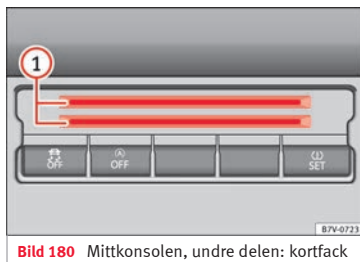

Bild 180 Mittkonsolen, undre delen: kortfack
Längst ner på mittkonsolen finns ett förvaringsfack » **bild 180** ① för mynt, kort, parkeringsbiljetter och liknande.